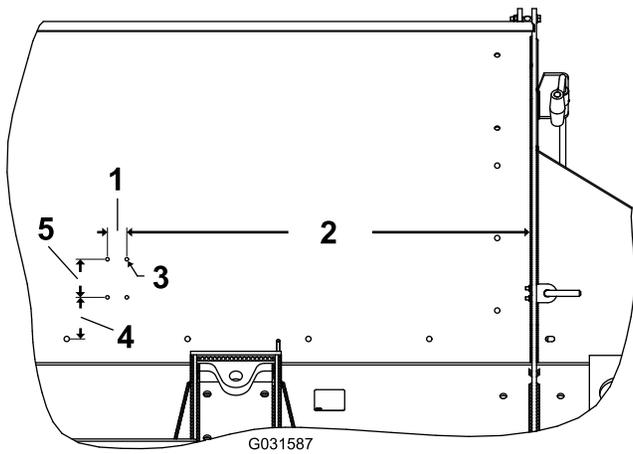

図 12
1. ホッパーの側面に取り付け穴7mmを4つ開ける。穴の寸法については 図 12を参照する。